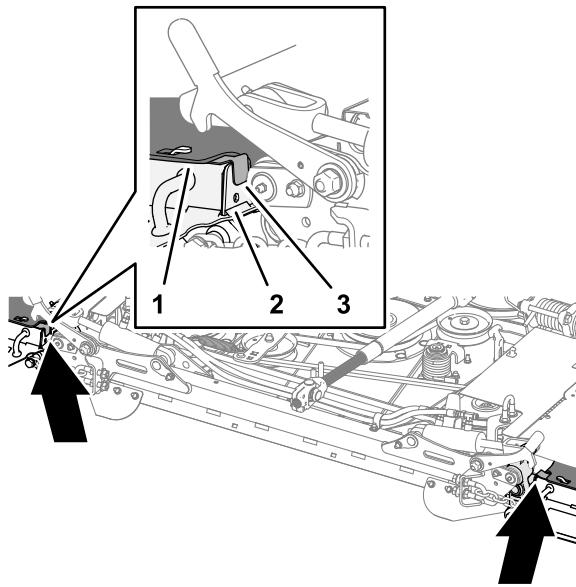

Figure 33
2. Montez les cales à l'avant du plateau, comme montré à la Figure 33.